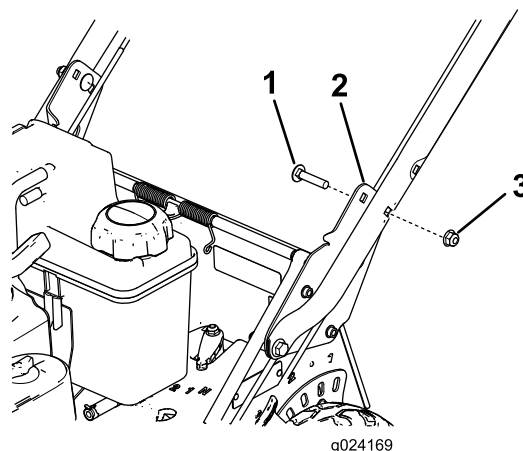

Figure 5
5. Fixez le guidon sur ses supports à la hauteur qui convient au moyen de 2 boulons de carrosserie (5/16 x 1½ po) et 2 écrous à embase (5/16 po), comme montré à la Figure 5.